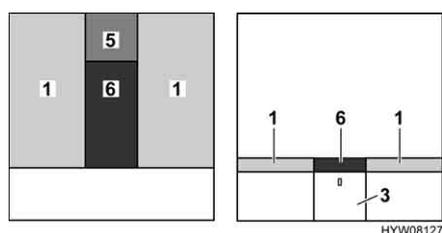

Fig. 92 Después de la transformación
- Colocar el cojín adicional (Fig. 92,5) sobre el armario de noche.
- Colocar el cojín adicional (Fig. 92,6) entre los colchones (Fig. 92,1).